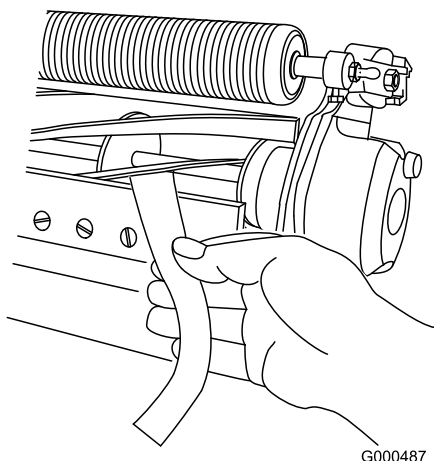

Figure 11
2. Écrou de vis de réglage de barre d'appui (2)
- B. Insérez une longue bande de papier de performance de coupe entre le cylindre et la contre-lame, perpendiculairement à la contre-lame (Figure 11), puis tournez **lentement** le cylindre en avant ; il devrait couper le papier ; s'il ne le fait pas, répétez les opérations A et B jusqu'à ce que le papier soit coupé.
11. Insérez une longue bande de papier de performance de coupe (réf. Toro 125-5610) entre le cylindre et la contre-lame, perpendiculairement à la contre-lame (Figure 11), puis tournez **lentement** le cylindre en avant ; il devrait couper le papier ; s'il ne le coupe pas, tournez chaque vis de réglage de la barre d'appui de 1 cran dans le sens horaire et répétez cette opération jusqu'à ce que le papier soit coupé.